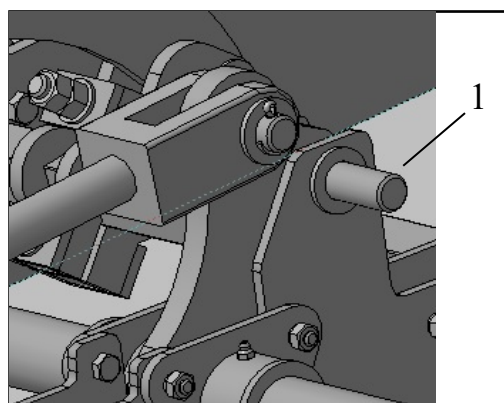

Рисунок 5.3
Установить такое положение центрального гидроцилиндра, при котором фиксатор (1) (рис. 5.3) можно будет вынуть из положения – "при транспортировании".